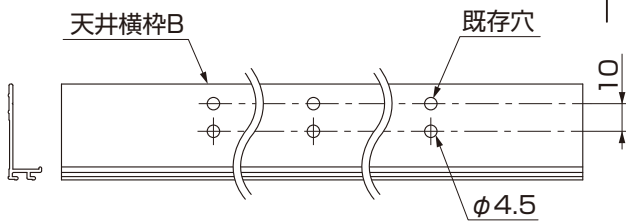
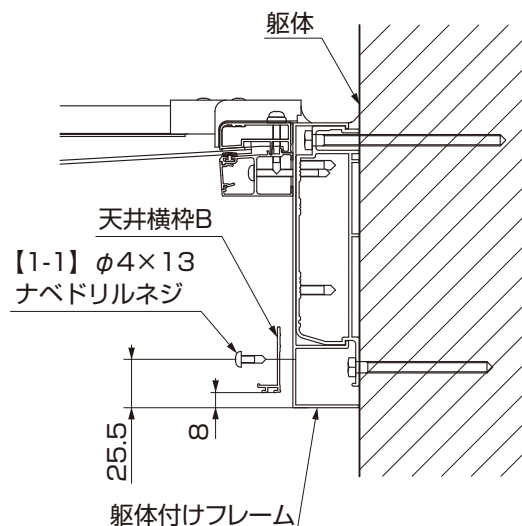

図4-2 躯体付け施工の場合の天井横枠Bの加工
図4-7 躯体付けフレーム施工の場合
④躯体取付けフレーム施工の場合は、天井横枠Bに $\phi 4.5$ の穴をあけ、躯体付けフレームに $\phi 3.5$ の下穴をあけて、天井横枠Bを【1-1】で取付けてください。(図4-2、図4-7参照)
- 躯体付けフレーム施工の場合は、【1-1】を手締めで取付けてください。(図4-7参照)